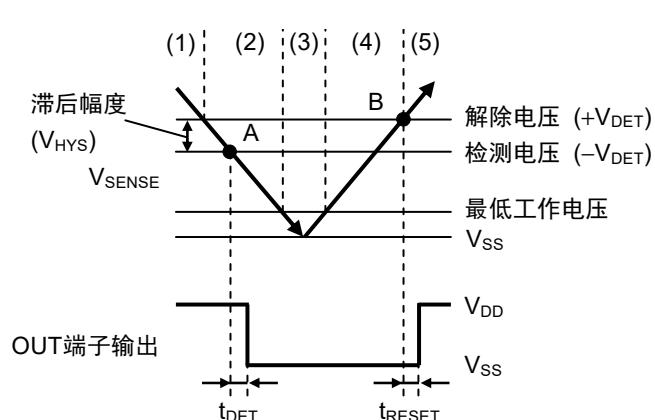
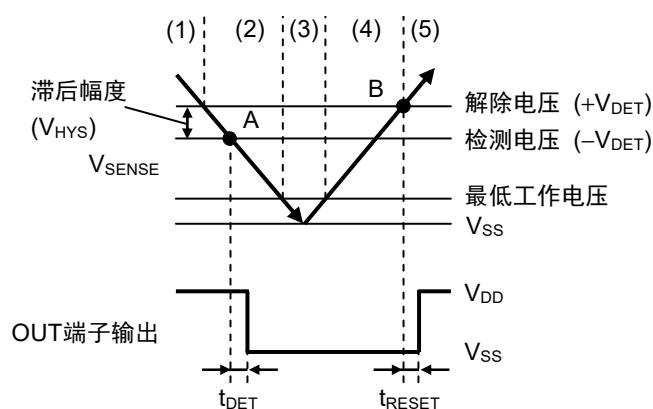

图20 S-19102/19108系列N型的时序图
图22 S-19102/19108系列C型的时序图
滞后幅度表示检测电压与解除电压之间的电压差 ("图20 S-19102/19108系列N型的时序图"、"图22 S-19102/19108系列C型的时序图" 中B点的电压 - A点的电压 =  $V_{HYS}$ )。在检测电压与解除电压之间带有滞后幅度，可以防止在因噪声等侵入输入电压时而产生的误工作。
$V_{SENSE}$ 为 $-V_{DET}$  (图20的A点) 以下时，输出方的N沟道晶体管变为开，经过检测延迟时间 ( $t_{DET}$ ) 后，从OUT端子输出  $V_{SS}$  (输出 "L")。
(4) 即使  $V_{SENSE}$ 超过了 $-V_{DET}$ ，在不足 $+V_{DET}$ 的情况下，仍会输出  $V_{SS}$ 。
(5) 再继续使  $V_{SENSE}$ 上升，上升到 $+V_{DET}$  (图20的B点) 以上时，N沟道晶体管变为关，在输出被上拉的情况下，经过解除延迟时间 ( $t_{RESET}$ ) 后，从OUT端子输出  $V_{DD}$ 。
- (1) 电源电压 ( $V_{DD}$ ) 在最低工作电压以上、SENSE端子电压 ( $V_{SENSE}$ ) 在解除电压 ( $+V_{DET}$ ) 以上时, N沟道晶体管变为关, P沟道晶体管变为开, 输出  $V_{DD}$  (输出 "H")。
- (2)  $V_{SENSE}$ 即使降低到 $+V_{DET}$ 以下, 只要高于检测电压 ( $-V_{DET}$ ), 就能输出  $V_{DD}$ 。
- $V_{SENSE}$ 为 $-V_{DET}$  (图22的A点) 以下时, 输出方的N沟道晶体管变为开, P沟道晶体管变为关, 经过检测延迟时间 ( $t_{DET}$ ) 后, 从OUT端子输出  $V_{SS}$  (输出 "L")。
- (3)  $V_{SENSE}$ 进一步下降, 但即使降低到IC的最低工作电压以下, 只要  $V_{DD}$ 仍在最低工作电压以上, OUT端子输出就会保持稳定。
- (4) 即使  $V_{SENSE}$ 超过了 $-V_{DET}$ , 在不足 $+V_{DET}$ 的情况下, 仍会输出  $V_{SS}$ 。
- (5) 再继续使  $V_{SENSE}$ 上升, 上升到 $+V_{DET}$  (图22的B点) 以上时, N沟道晶体管变为关, P沟道晶体管变为开, 经过解除延迟时间 ( $t_{RESET}$ ) 后, 从OUT端子输出  $V_{DD}$ 。